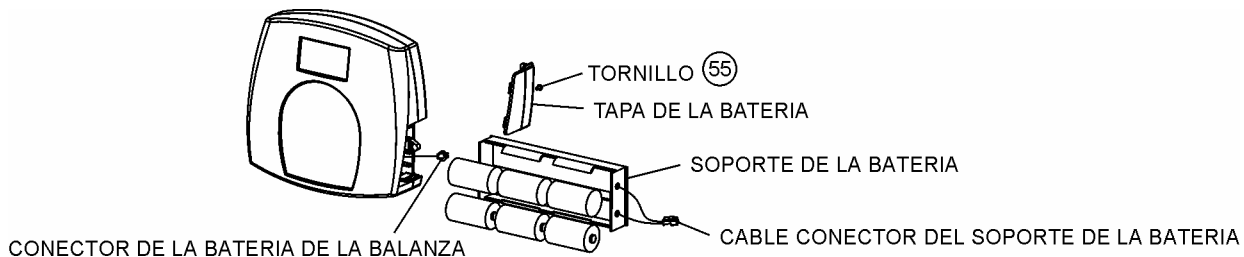

Figura 5. Cambiando las Baterías
El usuario puede establecer un peso tara presionando el botón TARE (9) mientras hay un peso en la plataforma de la balanza. El display pasa a cero y la TARA será exhibida para indicar que hay un valor tara en la memoria (como presentado en la Figura 5 arriba).